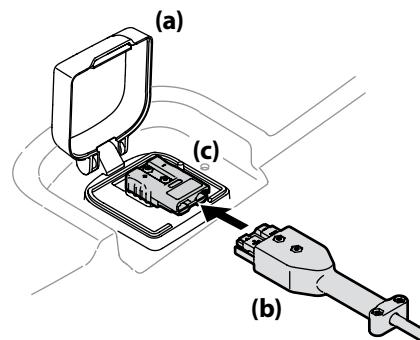

Figura 4-4
- Levante la puerta del puerto de carga (a), que se encuentra en el panel posterior del cuerpo de la podadora. Ver Figura 4-4.